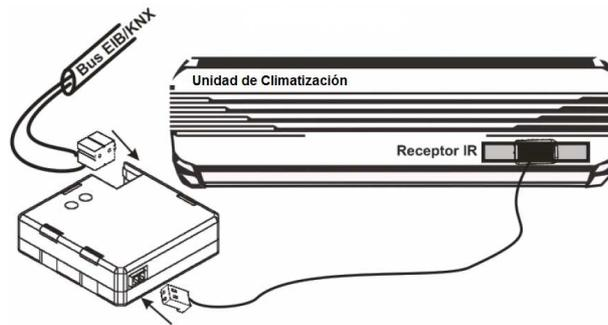

Bild 1.3 IRSC-Anschluss- Klimagerät
- 🎯 **Programmier-Taste (3):** Ein kurzer Druck auf diese Taste bringt den Controller in den Programmiermodus, die LED (2) leuchtet rot. Wird die Busspannung bei gedrückter Taste angelegt, geht der IRSC in den Sicherheitsmodus.
- 🎯 **IR-Emitter (5):** IR-Emitter zur Sendung der Infrarot-Befehle an das Klimagerät. Der IR-Emitter muss auf den IR-Empfänger der Klimageräts aufgeklebt werden (siehe Bild 1.3)
- 🎯 **Anschlussbuchse (6):** Hier wird der Anschlussstecker eingesteckt, über den die IR Befehle von den IRSC aus zum Klimagerät gesendet werden.
Im Bild 1.3 wird anhand eines Schemas die richtige Anschlussweise des IR-Emitter (5) am Klimagerät dargestellt.